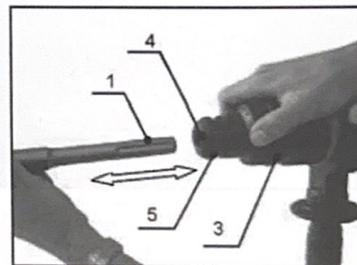

Рис. 3
2. Оттяните назад запорную втулку (поз.3, рис.3)
3. С одновременным вращением введите инструмент в инструментальное гнездо (поз.4, рис.3) до упора.
6. Проверьте, не поврежден ли пылезащитный колпак (поз.5, рис.3).
Для извлечения инструмента отведите запорную втулку (поз.3, рис.3)